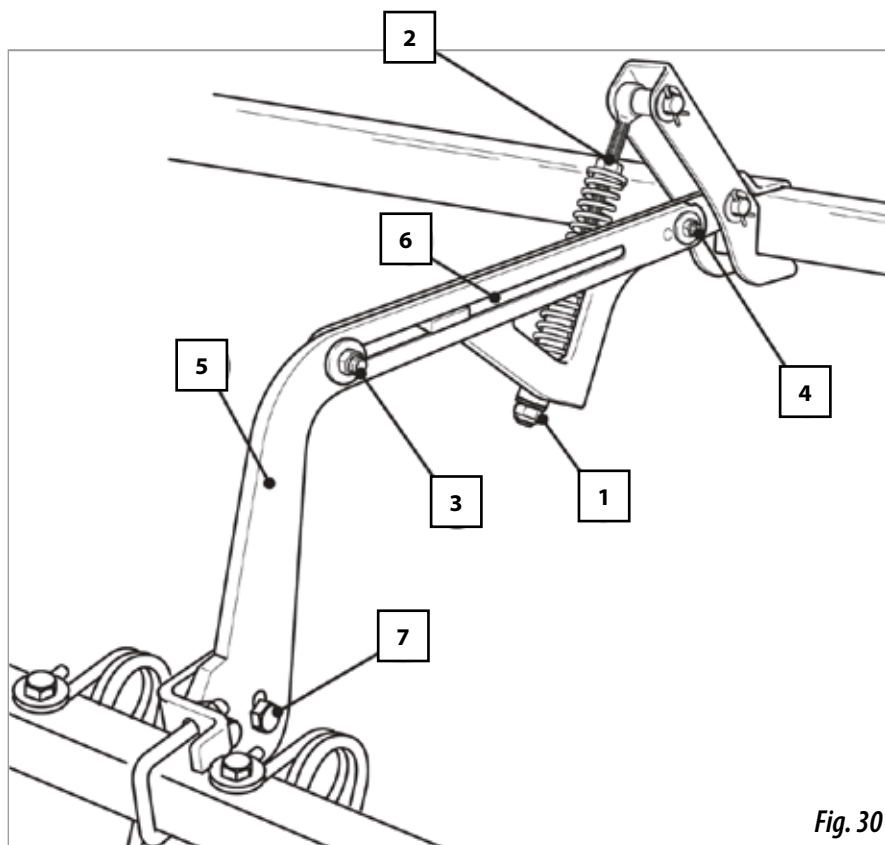

Fig. 30
- 1- in ALTEZZA, azionando il dado inferiore (1, fig. 30).
- 2- in PRESSIONE, tramite il dado superiore del tensore (2, fig. 30).
- 3- L'INCLINAZIONE DEI DENTI, agendo sulla vite di regolazione (7, fig. 30) che sorregge la barra portadenti.
- Allentare il dado (3, fig. 30).
- Rimuovere la vite e il bullone (4, fig. 30).
- Tirare la guida (5, fig. 30) all'indietro e posizionare la vite e il dado nel foro (6, fig. 30) posizionato al centro della guida.